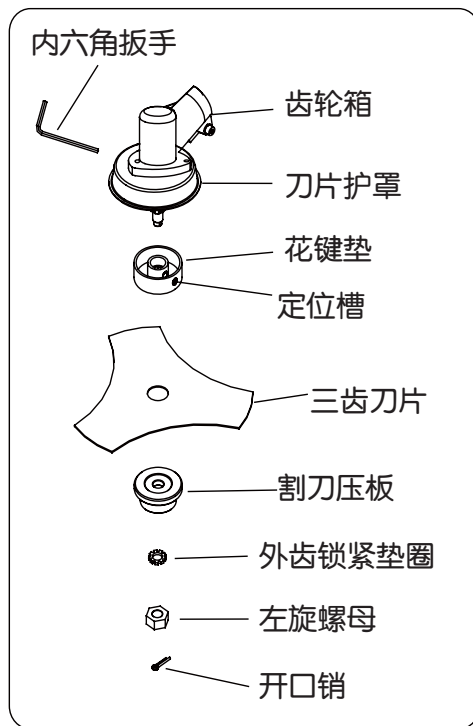

图4
2、安装刀片（图4）：
首先将花键垫上的圆孔与齿轮箱的圆孔对正，插入S=4的内六角扳手定位（图4），装入刀片、割刀压板、外齿锁紧垫圈后，用左旋螺母紧固，最后插入2×16开口销并分开前端。